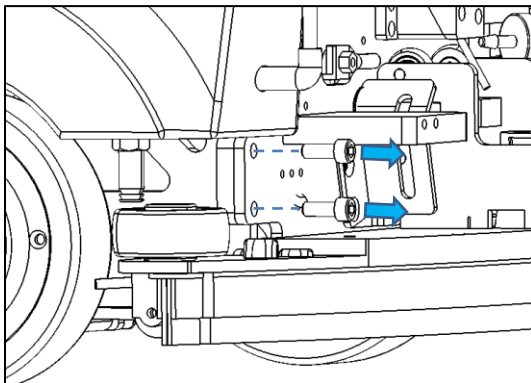
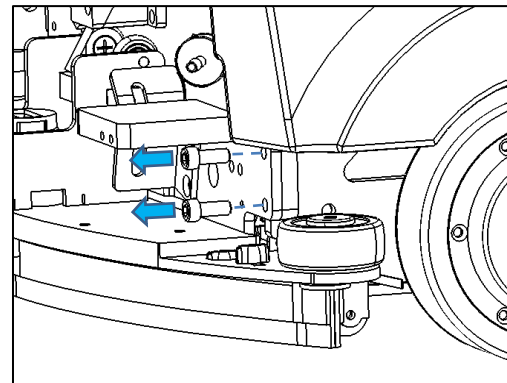

Fig. 5
Fig. 6
4. Draai de vier schroeven aan de zijkant van de achterplaat los (Fig. 5 - Links, Fig. 6 - Rechts) en verwijder de achterplaat (Fig. 7 - 1).